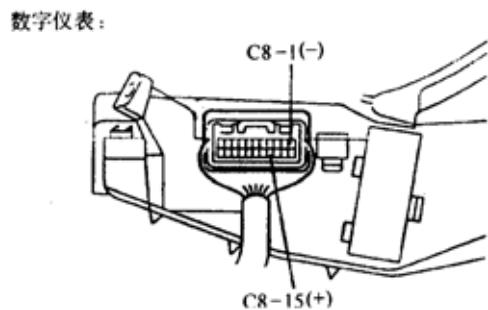

图 9-101
(1)把伏特表正极(+)与端子 C8-15 连接, 负极(-)与端子 C8-1 连接, 如图 9-101 所示。